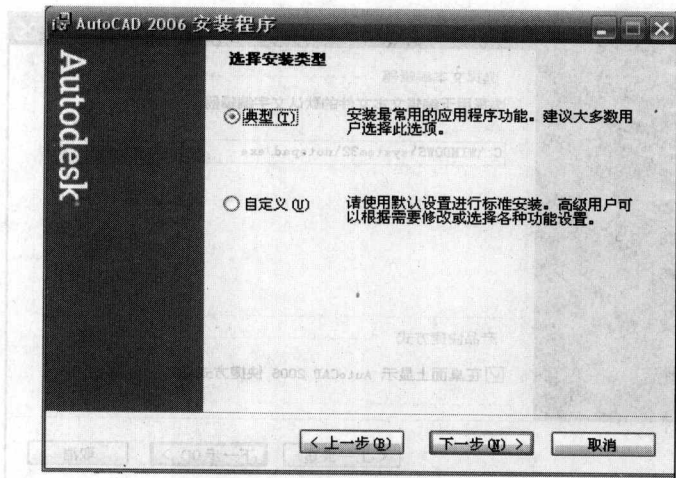

图 1.6 选择“安装类型”对话框
⑥ 在如图 1.6 所示的“选择安装类型”对话框中，有“典型”和“自定义”两个安装类型，选择不同的类型在计算机上安装的内容就不完全相同，选择“典型”安装，单击“下一步”按钮。